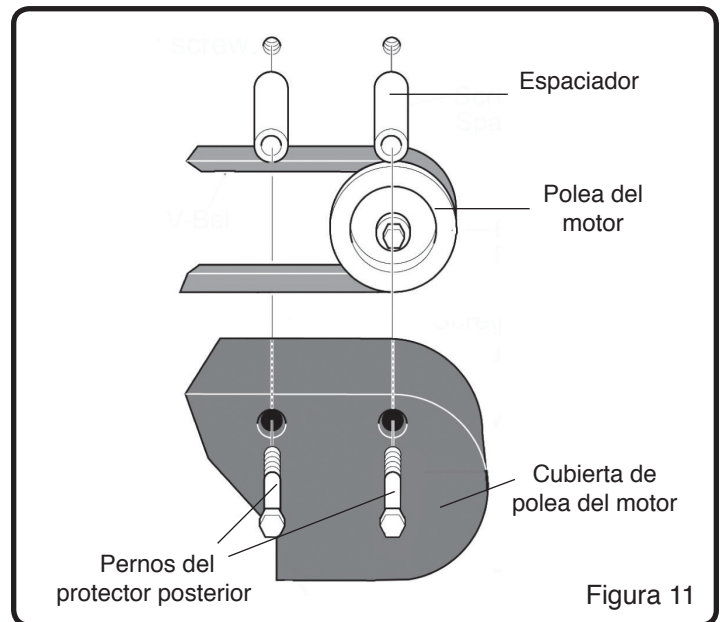

Figura 11
3. Retirar los dos pernos del protector posterior para retirar la cubierta de la polea del motor. (Véase la figura 11).